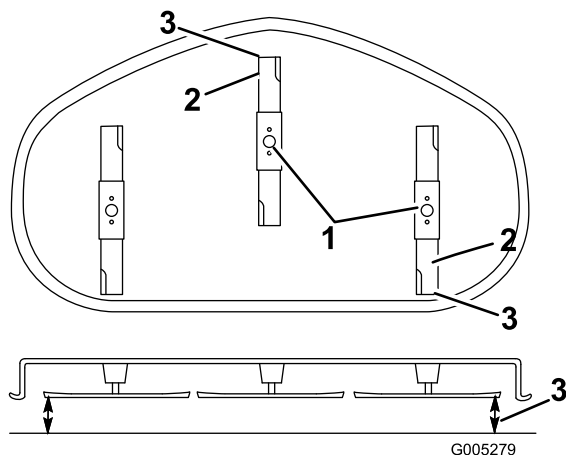

Figure 43
- Réglez la hauteur de coupe à la position **D** (76 mm) et tournez les lames avec précaution dans le sens longitudinal (Figure 43).
- Mesurez la distance entre la pointe de la lame avant et la pointe de la lame arrière par rapport à la surface plane (Figure 43). Si la pointe avant de la lame n'est pas de 1,6 à 7,9 mm plus basse que la pointe arrière, réglez le contre-écrou avant.
réglage de l'écrou jusqu'à ce que la pointe avant de la lame soit de 1,6 à 7,9 mm plus basse que la pointe arrière (Figure 43).